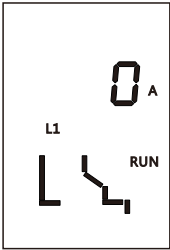

图49 L1相电流显示界面
7.6.6.5.1 缺省状态：缺省状态即为测量状态，故障指示灯都灭，控制器处在无按键操作，显示最大电流。在缺省状态若按“▲”或“▼”键，循环显示L1、L2、L3、(LN)、Lg电流值。示例图见图49